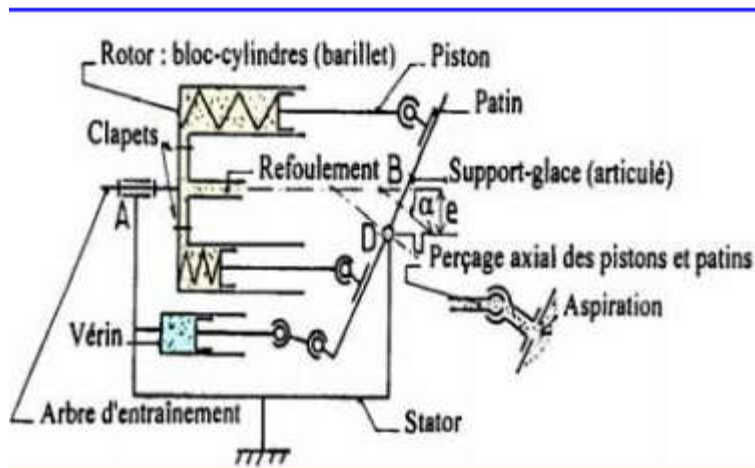

Figure.3 - Pompes à pistons axiaux .
2.3.1- Pompes à pistons axiaux (fig. 3 -)